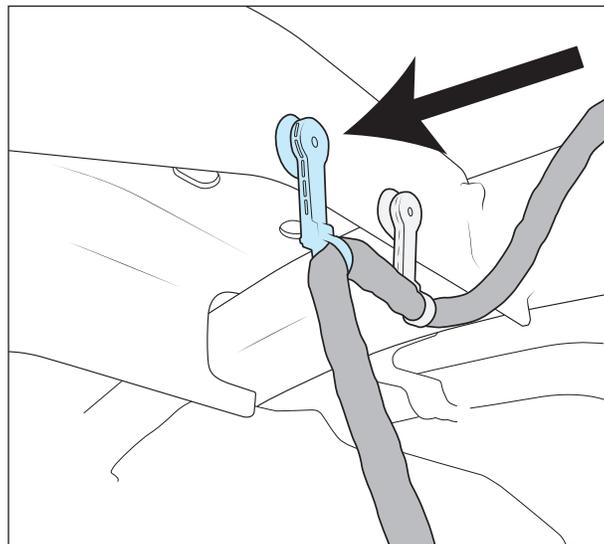

Abbildung 4
- Bei Rubicon-Modellen den hintersten Halter, der das Kabel der Differentialsperre am Rahmen hält, entfernen (Abb. 4), damit die Achse weit genug herabgelassen werden kann.